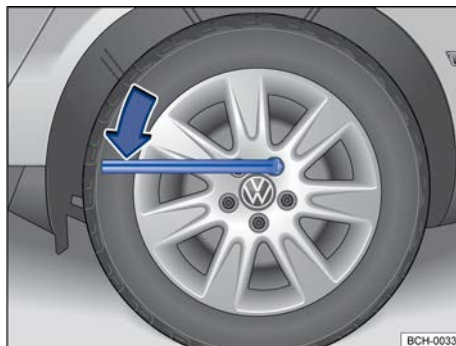

Fig. 194 Troca de roda: soltar os parafusos da roda.
- Encaixar a chave de roda no parafuso da roda até o batente → Fig. 194.